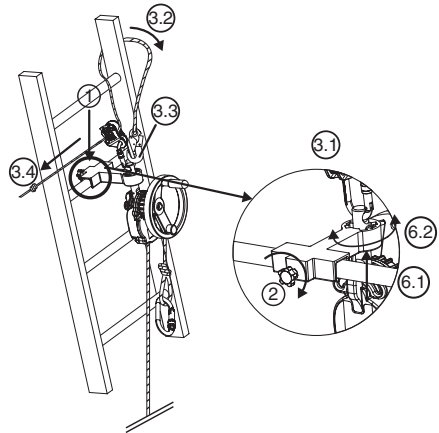

Fig. 7
6.3.3. derope™-toestel UP K (Fig. 7)
1. Plaats de kleine steunconsole op het sport van de ladder in de vereiste positie om de reddingsoperatie uit te voeren, boven de te evacueren persoon (Fig. 7, 1).
2. Zet de blokkeerpen van de geleiding vast aan de hand van de klemknop die zich aan de achterkant van de console bevindt (Fig. 7, 2).
- - Bevestig de connector van de afstelrichting LCM 05 in het bovenste gat van de verankerking (Fig. 7, 3.1).
- - Breng de leiriem rond het sport van de ladder boven de console door één van de steigers van de ladder te omleiden (Fig. 7, 3.2).
- - Koppel de connector van de leiriem aan op de connector van de afstelrichting LCM 05 (Fig. 7, 3.3).
- - Span de leiriem op door aan het vrije uiteinde te trekken (Fig. 7, 3.4).
6. Richt het derope™-toestel naargelang de behoeften en wijzig de positie van de verankerpen in de indexeerven (Fig. 7, 6.1 – 6.2).